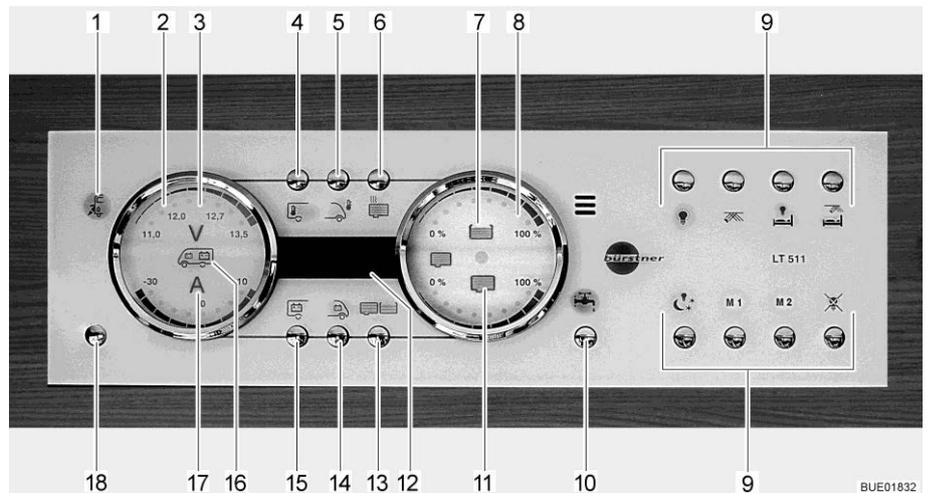

Fig. 140 Panel LT 511
Se enciende la luz de control de 230 V (Fig. 140,1) cuando hay tensión de red en la entrada del bloque eléctrico.
El interruptor principal de 12 V (Fig. 140,18) conecta y desconecta el panel y la alimentación de 12 V del habitáculo.
**Conectar:** Pulsar la tecla de la alimentación de 12 V (Fig. 140,18) brevemente. La alimentación de 12 V del habitáculo está conectada. La visualización de control "12 V" está encendida.
- ▷ En caso de que después de la conexión parpadeen tanto el LED "11,0" de la visualización de voltios así como el símbolo Voltios "V" (Fig. 140,3) en el instrumento indicador Baterías (Fig. 140,2), será demasiado baja la tensión de la batería del habitáculo. Cargar la batería.
- ▷ En caso de que después de la conexión parpadeen tres veces la visualización de control 12 V y el símbolo Voltios V (Fig. 140,3), estará activada la separación de batería. Desactivar la separación de batería.
**Desconectar:** ■ Pulsar la tecla de la alimentación de 12 V (Fig. 140,18) brevemente. La alimentación de 12 V del habitáculo está desconectada. La visualización de control "Alimentación de 12 V" se apagará.
- Pulsar la tecla Batería del habitáculo (Fig. 140,15) y mantenerla pulsada aprox. 10 segundos. El símbolo Voltios "V" (Fig. 140,3) y la visualización de control "12 V" parpadearán tres veces. La batería del habitáculo está separada de la red de a bordo de 12 V.
- Pulsar la tecla de la alimentación de 12 V (Fig. 140,18) y mantenerla pulsada aprox. 5 segundos. El símbolo Voltios "V" (Fig. 140,3) y la visualización de control "12 V" parpadearán tres veces. La batería del habitáculo está conectada a la red de a bordo de 12 V. La visualización de control estará encendida durante aprox. 5 segundos.
- Pulsar la tecla Batería del habitáculo (Fig. 140,15). El símbolo Voltios "V" (Fig. 140,3) estará encendido. Según la carga o la descarga, el símbolo Amperios "A" (Fig. 140,17) estará encendido de color blanco o bien rojo. La tensión de la batería y la corriente de la batería del habitáculo son visualizadas a través de LED en el instrumento indicador.
- Pulsar la tecla Batería del motor de arranque (Fig. 140,14). El símbolo Voltios "V" (Fig. 140,3) estará encendido. La tensión de la batería del motor de arranque es visualizada a través de LED en el instrumento indicador.
- Pulsar la tecla Depósitos (Fig. 140,13). Los símbolos Depósito de agua (Fig. 140,7) y Depósito de aguas residuales (Fig. 140,11) estarán encendidos. Los niveles de llenado del depósito de agua (escala superior) y del depósito de aguas residuales (escala inferior) serán visualizados a través de LED en el instrumento indicador.
| El símbolo Voltios "V" (Fig. 140,3) y el LED "11,0" parpadearán al consultar los valores para la batería del habitáculo                  | La tensión de la batería ha caído abajo de 11 V. Amenaza descarga completa | Desconectar todos los consumidores de 12 V y cargar la batería, sea viajando o bien mediante la conexión a una alimentación de 230 V |
| El símbolo Voltios "V" (Fig. 140,3) parpadeará estando desconectada la alimentación de 12 V  | La alimentación de 12 V ya no podrá conectarse                             | Desconectar todos los consumidores de 12 V y cargar la batería, sea viajando o bien mediante la conexión a una alimentación de 230 V |
| El símbolo Voltios "V" (Fig. 140,3) y los LED "11,0" y "12,0" parpadearán al consultar los valores para la batería del motor de arranque | La tensión de la batería ha caído abajo de 11 V. Amenaza descarga completa | Desconectar todos los consumidores de 12 V y cargar la batería, sea viajando o bien mediante la conexión a una alimentación de 230 V |
El símbolo Depósito de agua (Fig. 140,7) o el símbolo Depósito de aguas residuales (Fig. 140,11) parpadeará si el depósito de agua está vacío o el depósito de aguas residuales está lleno.